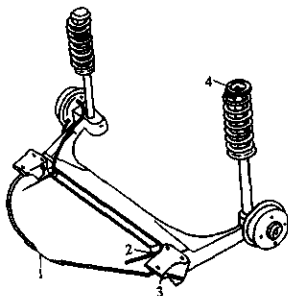

图 3-180 后桥总成的拆装
1) 将驻车制动拉索从拉杆上吊出 (如图 3-180 所示), 必要时
- 2) 拆下一侧后桥与车身连接的支承座, 见图 3-180 所示。